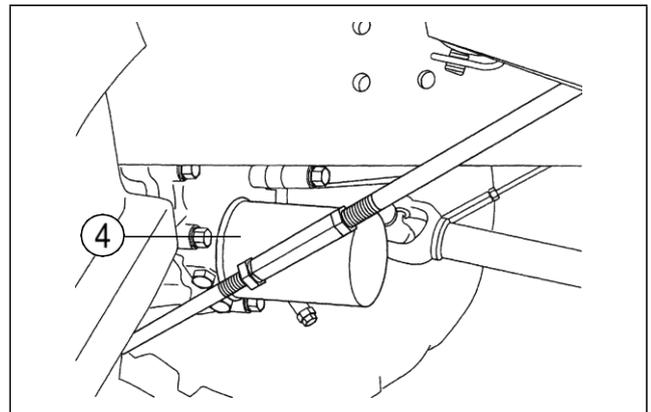

FIG. 5-9
FIG. 5-9: Sustituya siempre el filtro de aceite hidráulico después de haber retirado el aceite. Desenrosque con cuidado el filtro de aceite (4): puede que tenga que utilizar una llave de correa para ello.